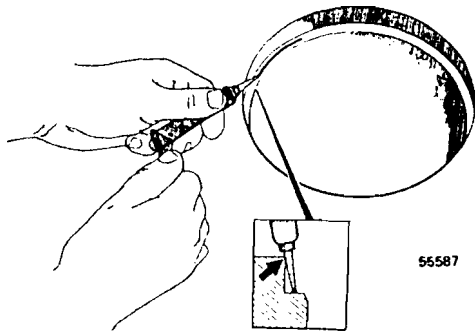

Fig. 107
- Si se utiliza un suplemento para la camisa, el cordón de sellador se aplica al escalón del bloque, véase fig. 107.